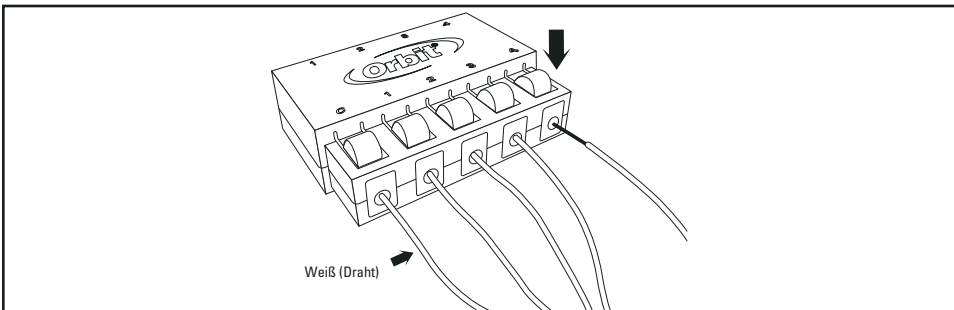

Abbildung 5: Einführen des Regner-Leitungsdrahts
Step 4. Halten Sie den Schnapp-Verteiler mit der einen Hand und drücken Sie dabei die abgerundete Lasche (auf dem Verteilergehäuse mit C gekennzeichnet) kräftig nach unten, während Sie mit der anderen Hand mit dem weißen Regner-Draht die runde vertiefte graue Gummimembran vorsichtig durchstechen. [Siehe Abbildung 5]